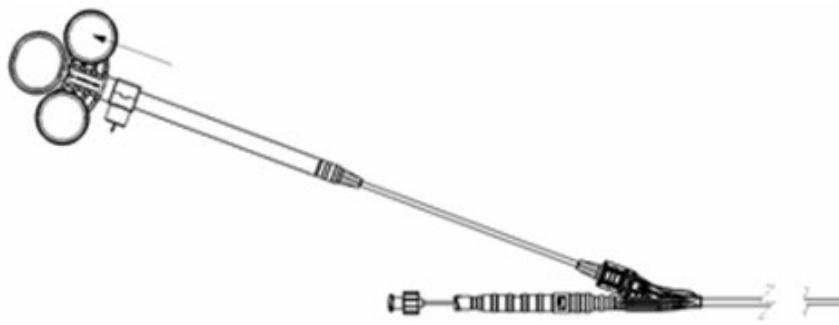

Abbildung 4
7. Nach der Resektion der/des Polypen bzw. Gewebes kann die Schlinge durch Bewegen der Fingerringe in Richtung des Daumenrings in den Schaft zurückgezogen werden (Abbildung 4). Nach der Resektion des bzw. der Polypen oder des Gewebes sind diese zu entfernen und entsprechend der Standardmethoden zur histologischen Beurteilung zu präparieren.
6. Nach der Resektion der/des Polypen bzw. Gewebes kann die Schlinge durch Bewegen der Fingerringe in Richtung des Daumenrings in den Schaft zurückgezogen werden (Abbildung 4). Nach der Resektion des bzw. der Polypen oder des Gewebes sind diese zu entfernen und entsprechend der Standardmethoden zur histologischen Beurteilung zu präparieren.